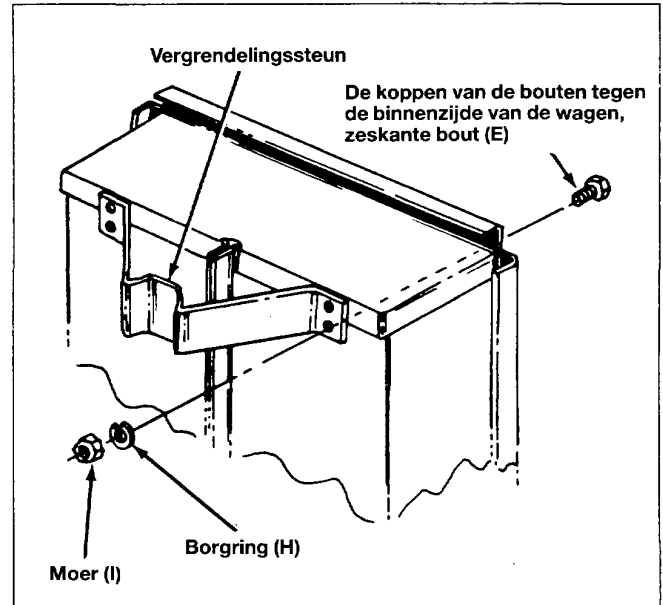

Fig. 9
14. Monteer de vergrendelingssteun met vier 6 mm × 16 mm bouten (E), borgringen (H) en moeren (I). Zie fig. 9.